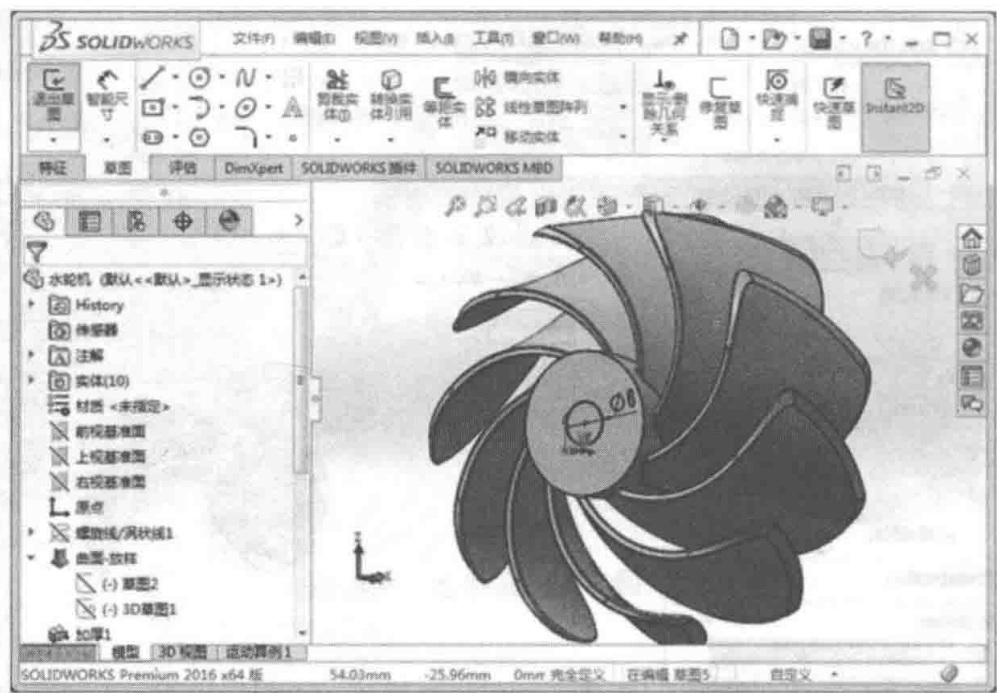

图 3-39 草图 5
- 选择圆柱底面绘制一个圆（ $\phi 6$ ），如图 3-39 所示。